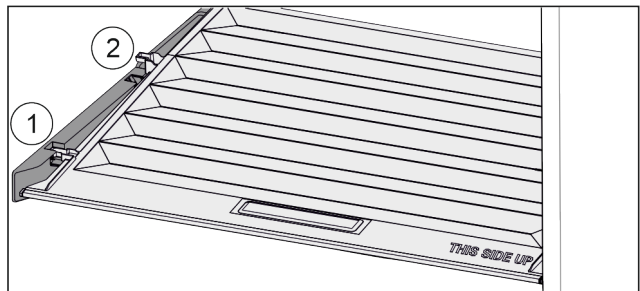

Fig. 25
- ▶ Кришку до отвору в деталях для підтримки потягнути вперед Fig. 25 (1).
- ▶ Підняти ззаду знизу та вийняти Fig. 25 (2) вгору.